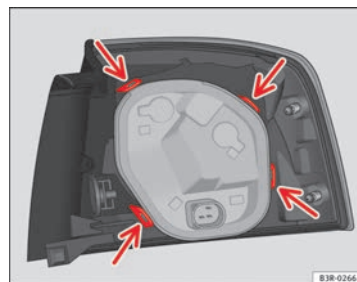

Fig. 228 Fije el portalámparas en la unidad de luz trasera
- Compruebe que las cuatro lengüetas hayan encastrado ⇒ fig. 228 -flechas-.